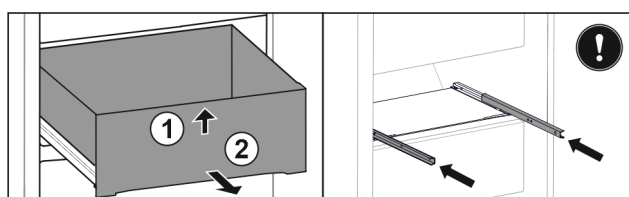

Fig. 123
- ▶ Sollevare il cassetto dal davanti. Fig. 123 (1)
- ▶ Rimuovere il cassetto tirandolo in avanti. Fig. 123 (2)